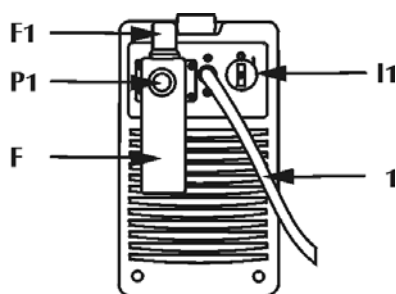

Fig.2
Si illumina con l'interruttore di accensione sul pannello posteriore (Fig. 2) "I1" in posizione "I". E' indice di impianto acceso e in tensione.
4.2 Pannello comandi posteriore (Fig. 2)
2. Collegare l'alimentazione dell'aria compressa tramite un raccordo da 1/4 di pollice alla presa aria P1 dell'unità filtro F (Fig. 2). La pressione deve garantire almeno 5 bar con portata minima pari a 200 litri al minuto.
Premere il pulsante di test gas (T2 di Fig.1) in modo da spurgare il circuito dell'aria compressa da eventuali residui e impurità, quindi alzare e ruotare la manopola per la regolazione della pressione (F1 di Fig. 2) fino a leggere sul display D2 una pressione di 5 bar (svolgere l'operazione tenendo premuto il pulsante di test gas in modo da effettuare la regolazione con circuito dell'aria aperto).